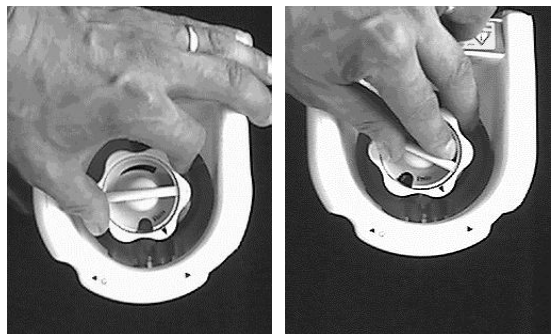

Abb. 2 Hauptventil (2)    Abb. 3 Durchfluss (3)
Drehen Sie zum Öffnen der Flasche das Handrad des Hauptventils (2) im Gegenuhrzeigersinn (von oben gesehen) um 45°. Die Markierung in der Aussparung wechselt von rot O auf grün I (Abb. 2).